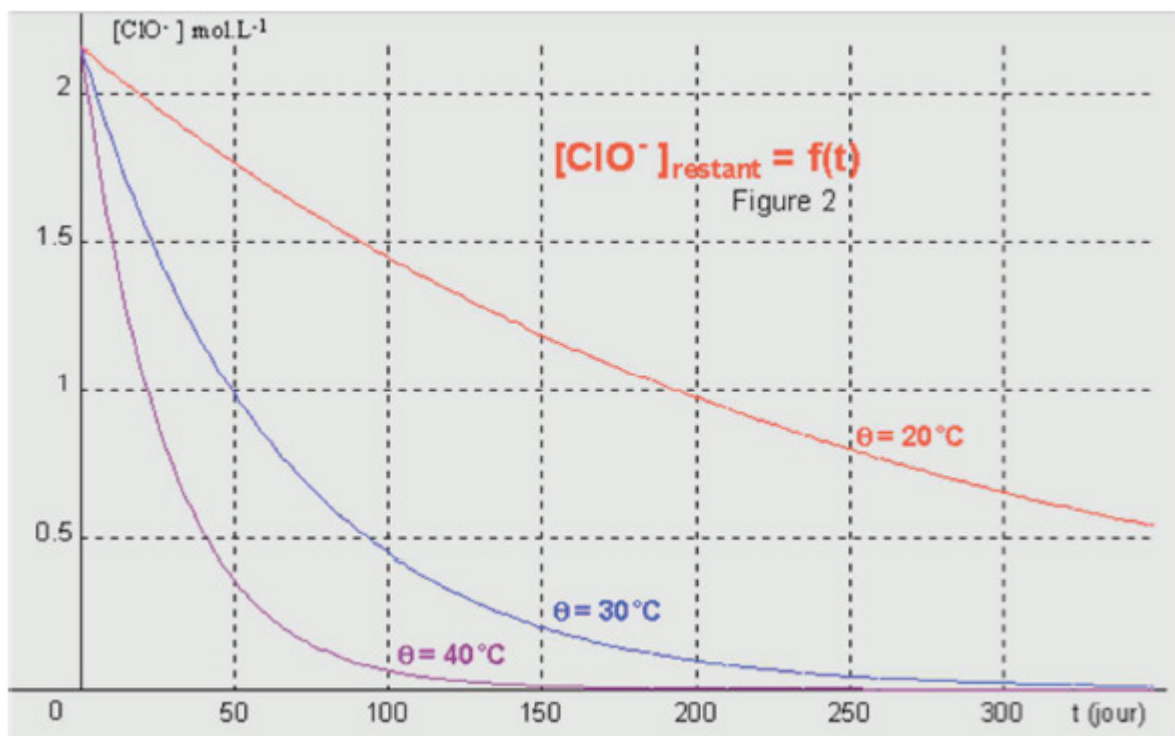

Figure 1
**Q26.** La figure 1 représente les courbes donnant l'évolution en fonction du temps de la concentration en ions hypochlorite pour trois températures  $20^\circ\text{C}$ ,  $30^\circ\text{C}$  et  $40^\circ\text{C}$ . Justifier à l'aide de ces graphes la recommandation faite par le fabricant (annexe 2).